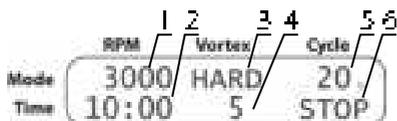

Рисунок 4. **СМС-алгоритм**
- 5.3.6.1 **СМС-алгоритм.** Установите скорость (рис. 4/1) и время (рис. 4/2) центрифугирования. Установите интенсивность (рис. 4/3) и время (рис. 4/4), вортиксирования. Установите количество циклов СМС-алгоритма (рис. 4/5).
- 5.3.8. После завершения установленного числа циклов, прибор останавливается, дисплей показывает мигающую индикацию STOP (рис. 4/6), сопровождаемую звуковым сигналом. Нажмите кнопку **Run/Stop** чтобы остановить сигнал. Модель **MSC-6000** разблокирует крышку после остановки ротора. Откройте крышку и извлеките пробирки.